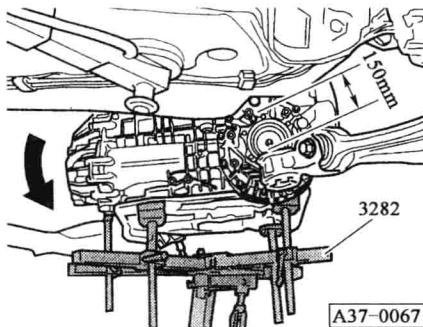

图 1-23 变速器
- ③螺栓 4 在车辆的两边各有_____个,要求每次松开_____转。
④通过选松螺栓使得副梁在后缘下降约_____,如图 1-23 所示。
⑤用升降器将发动机/变速器总成_____略微下降。
⑥将发动机/变速器上部的_____卸下。
⑦将变速器从发动机中压出,同时将_____从结合盘中挤出。
⑧将变矩器压向 AFT 泵。
⑨将变速器向_____摆(如图 1-23 箭头所示),并小心的从_____和_____之间取出。
⑩防止_____掉在地上。